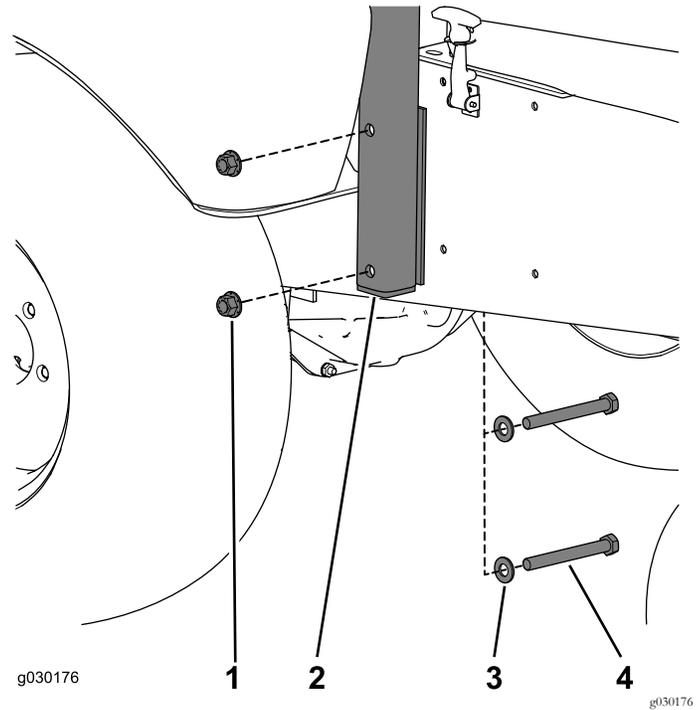

Figura 2
8. Retire la barra antivuelco de la máquina (Figura 2).